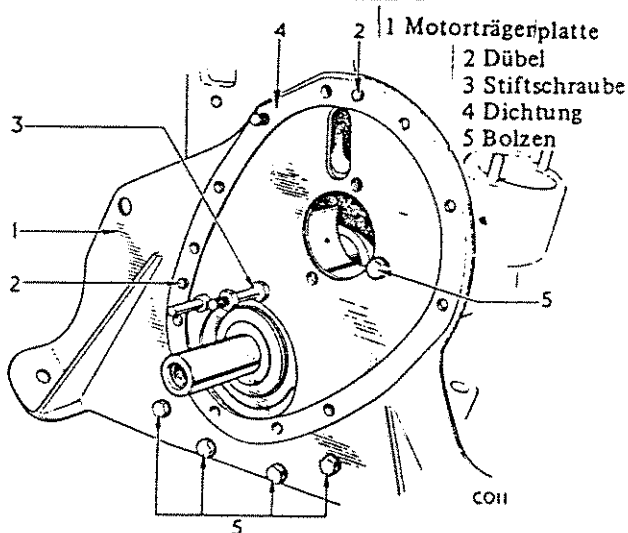

Abb.48 Befestigungsstellen der vorderen Trägerplatte
Mit Hilfe einer geraden Metalleiste auf Flachheit prüfen und Abweichungen korrigieren. Die Dichtung (4) und die Trägerplatte (1) an den beiden Dübeln (2) in die richtige Stellung bringen und mit den fünf Bolzen (5), der Stiftschraube (3) und Federscheiben wie in Abb.48 gezeigt festschrauben.